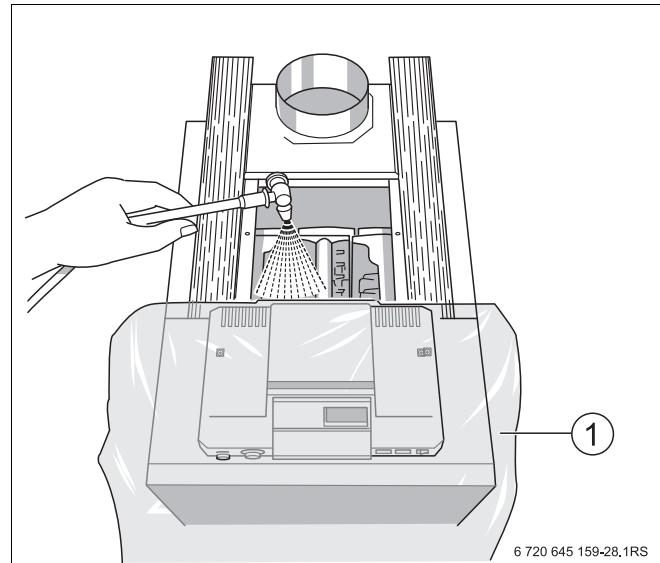

Рис. 41 Влажная чистка котла
- Накрыть систему управления пленкой (Рис. 41, **поз. 1**). Не допускать попадания аэрозольного тумана в систему управления.
- Сверху распылить равномерно чистящее средство в газоотводящих каналах (Рис. 41).